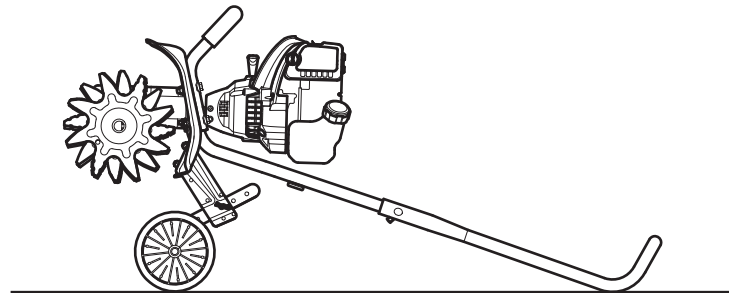

Fig. 5
1. **Coloque la unidad en una superficie plana y nivelada.** Inclíne la unidad hacia atrás de manera que la barra de control toque el suelo y el motor quede en posición horizontal (Fig. 5).